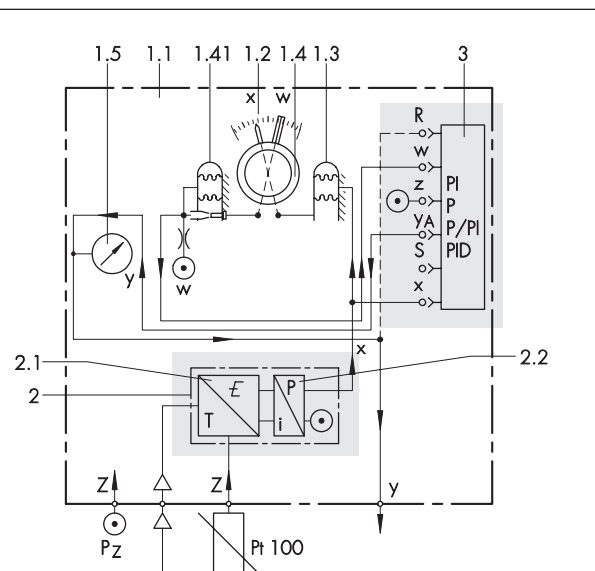

Bild 4 · Wirkbild, Festwertregler für Temperatur, Ausführung mit Reglerstation Typ 3432-01
Die in Bild 4 dargestellte Reglerstation (Festwertregler) enthält Skala (1.2), Istwertanzeige (1.3), Sollwertesteller (1.4) und Steckverbindungen zur Aufnahme eines Reglerbausteins (3). Beim Herausziehen des Bausteins werden die pneumatischen Steckverbindungen dicht abgeschlossen. Das Istwertsignal x erzeugt an dem Balg-Messsystem der Istwertanzeige (1.3) einen Ausschlag, der über ein Zeigerwerk auf den Zeiger übertragen wird. Der Sollwert (Führungsgröße w) ist von vorne an der Skala (1.2) einstellbar. Die Stellung des Sollwertestellers (1.4) wird über ein Zeigerwerk auf den Sollwertgeber übertragen. Dieses Nachlaufsystem (1.41) formt den eingestellten Sollwert in ein pneumatisches Sollwertsignal (w) um, das dem Reglerbaustein zugeführt wird. Der Reglerbaustein vergleicht Istwert- und Sollwertsignal (x und w) und steuert in Abhängigkeit von der Regelabweichung und den eingestellten Regelparametern das Stellsignal y_A aus. Das Stellsignal ist mit der Stelldruckanzeige (1.5) und dem Ausgangsanschluss y verbunden.
Die in Bild 5 gezeigte Reglerstation entspricht weitgehend der Ausführung nach Bild 4. Sie enthält jedoch zusätzlich einen Hand-/Automatik-Schalter (1.6), einen Einsteller für Handbetrieb (1.7) und eine Differenzdruckanzeige (1.8). Stelldruckanzeige (1.5) und Ausgangsanschluss y sind bei Schalterstellung AUTOMATIK mit dem Automatik-Stellsignal y_A und bei Schalterstellung HAND mit dem am Einsteller (1.7) eingestellten Hand-Stellsignal y_H verbunden. Eine stoßfreie Umschaltung von Hand- auf Automatikbetrieb ist möglich, wenn der Differenzdruckanzeiger die Übereinstimmung von y_A und y_H anzeigt.